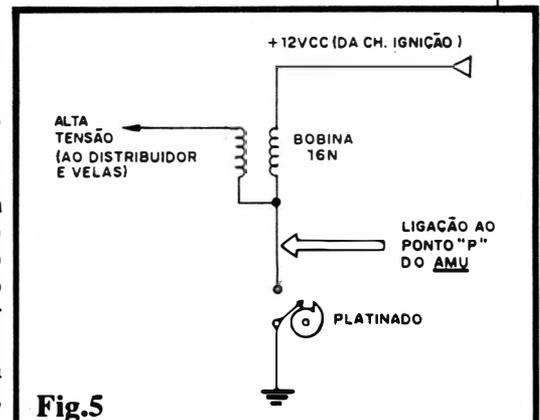

Fig.5
- **FIG. 5 - DIAGRAMA DA INSTALAÇÃO BÁSICA** - Além das conexões mostradas na figura anterior, a única ligação a ser feita é a do ponto “P” da placa da AMU a platinado do carro, ou seja: à própria “saída” da bobina de ignição controlada pelo platinado, e que determina - sob giro do motor - o chaveamento do **primário** da dita bobina, que faz surgir no seu **secundário** os pulsos de elevada “voltagem” enviados às velas (via distribuidor). O diagrama esquematiza o ponto de ligação (se o Leitor/Hobbysta tiver alguma dúvida ou dificuldade em identificar “físicamente” tal ponto, no sistema elétrico do seu carro, deve recorrer a um profissional de auto-elétrico (**de confiança**, porque tem muito “picareta”, na área...)). Na verdade, ninguém tem que se preocupar muito com a eventualidade de cometer um erro inicial nessa conexão, uma vez que o circuito da AMU tem “defesas” no seu bloco de entrada, contra qualquer equívoco (**menos** quanto ao fato de algum “doidinho” ligar o ponto “P” à saída de Alta Tensão da bobina, mas, nesse caso, **merece** ter seu circuito “estourado”, como punição pela extrema “babaquice”...).